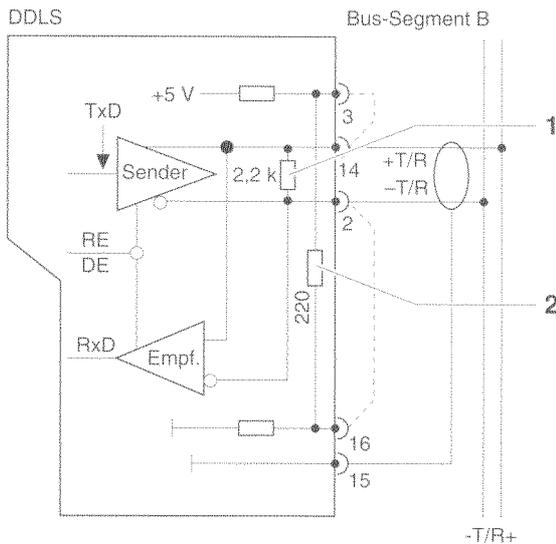

Bild 35 Abschlußwiderstand
Ausgangswiderstand (1) des RS-485-Schnittstellenmoduls: 2,2 k Ω (siehe Bild 35). Pro Bus-Segment (Buslinie) an einem Teilnehmer Pull-up- und Pull-down-Widerstände einfügen.
Mit dem Einsetzen der Brücken wird gleichzeitig ein Abschlußwiderstand (2) von 220 Ω in die Busleitung eingefügt (siehe Bild 35).